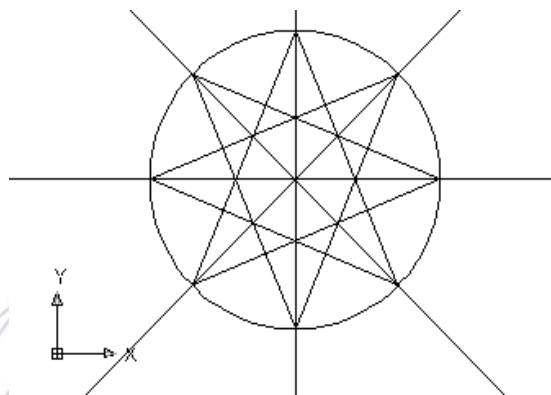

Figura 2.60. Estrella de 8 picos.
Dibujar una estrella (ver figura 2.60) y generar un bloque del mismo nombre.
- Generar una estrella como la de la figura 2.60, usando las herramientas de dibujo.